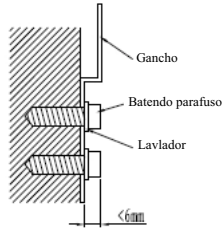

Fig.12
- Fixar o gancho com parafuso batida na parede(Consulte Fig 12)